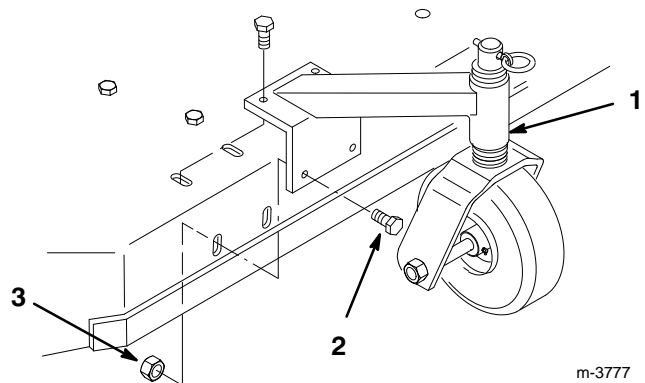

Figure 1
- Placer les roues pivotantes face aux trous des faces supérieures et avant du carter de tondeuse, insérer les 8 boulons de 19 mm (3/8–16 x 3/4") et les fixer à l'aide des 8 écrous à collerette de 3/8–16 sous le carter de tondeuse (Fig. 1).